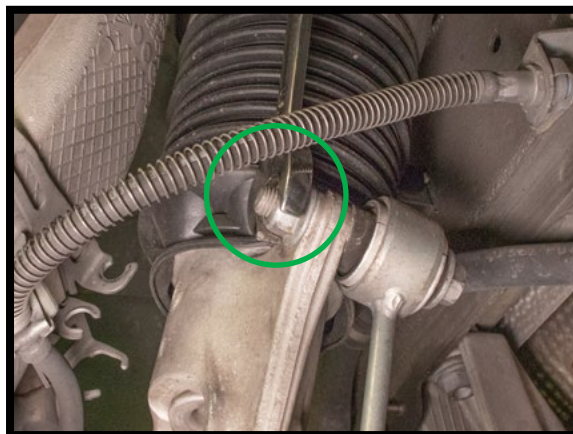

图12
10. 拧松并拆下横向稳定杆连杆螺母·与支柱分离。(图12)